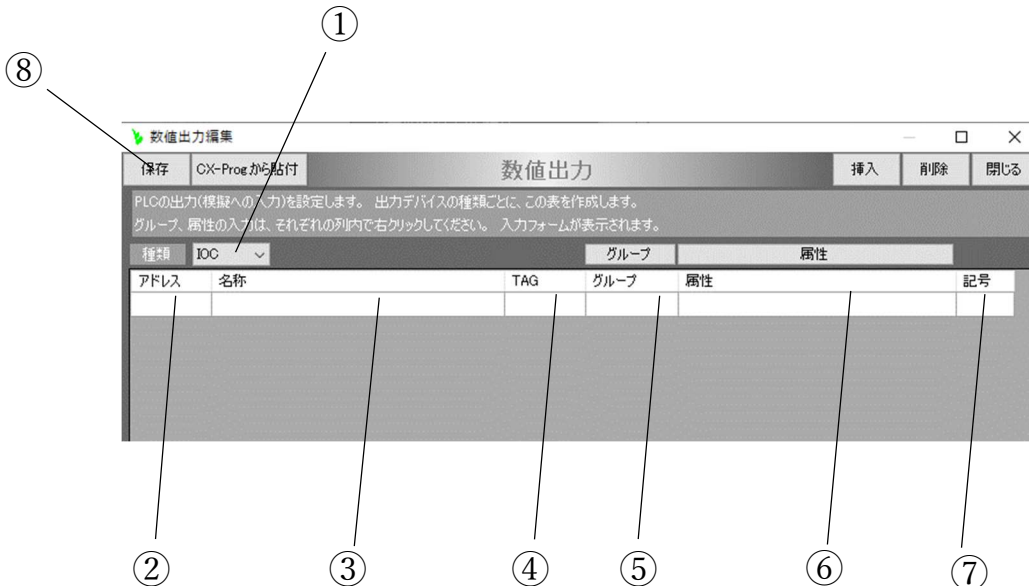

図 6-18
メインフォームの[設定]→[入出力編集]→[数値出力編集]で表示される画面で各欄に必要な情報を入力します。①から⑦に必要な内容を入力し⑧[保存]ボタンをクリックします。(図 6-18)